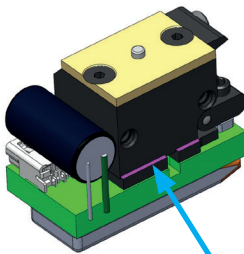
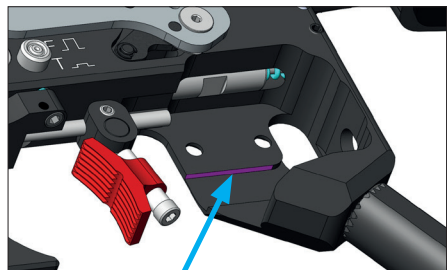

Abb. 3
Abb. 4
Der E-Abzug besitzt eine kleine Kante zum Ausrichten (pink markiert / Abb. 3). Ihre LP500 besitzt hierzu das passende Gegenstück (ebenfalls pink / Abb. 4)
1. Legen Sie den E-Abzug ins Waffengehäuse so ein, dass die beiden markierten Flächen aneinander liegen (Abb. 3,4,5), evt. muss die Vorzugsschraube (a) etwas herausgedreht werden